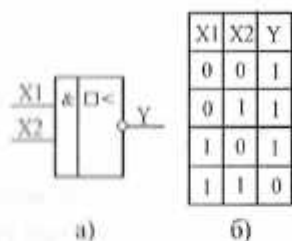

Рис. 1.9. Логический элемент И-НЕ с открытым коллектором: а) УГО; б) таблица истинности
7. Логический элемент И-НЕ с открытым коллектором (рис. 1.9). При его применении необходимо выход элемента подтягивать постоянным сопротивлением к шине +5 В.